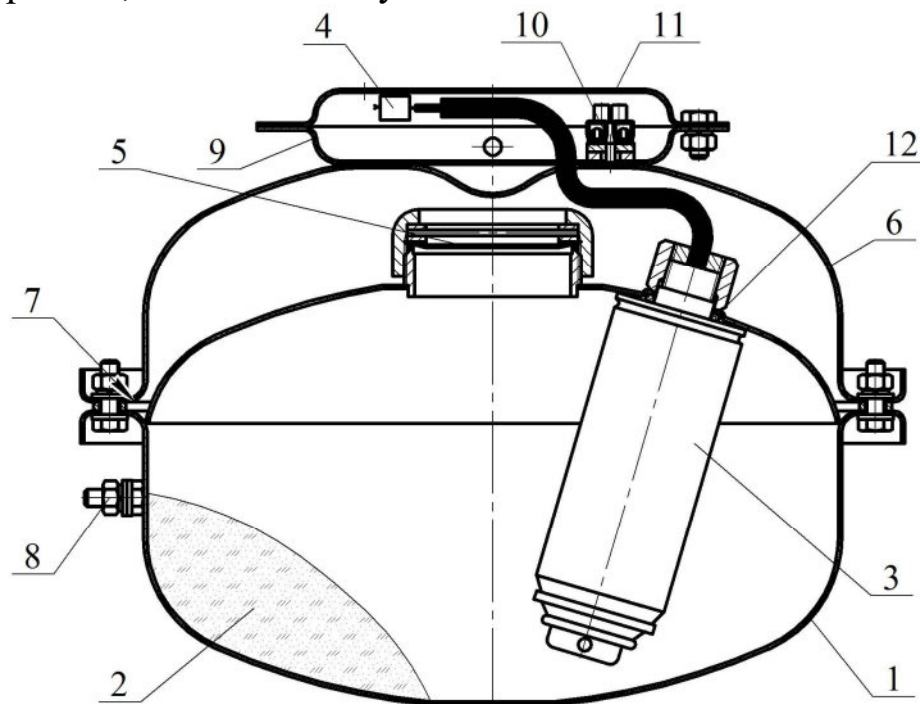
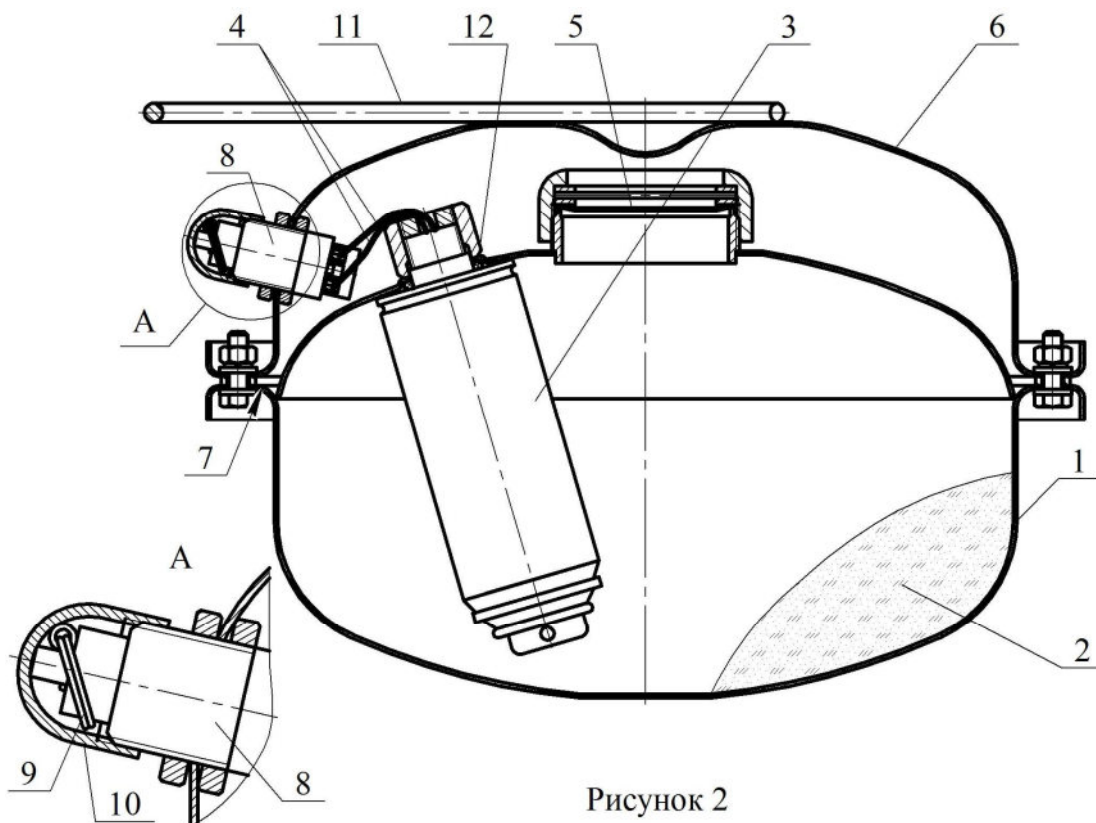
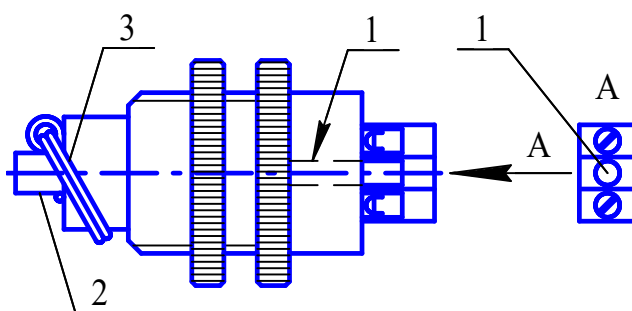

Рисунок 1
Рисунок 2
Рисунок 5
4.1.1 МПП (см. рисунок 1) состоит из корпуса **1**, в котором размещаются огнетушащий порошок (далее по тексту - ОП) **2** и источник холодного газа (далее по тексту - ИХГ) **3** с элементом электропусковым **4**. Сопловое отверстие для выхода ОП из корпуса перекрыто мембраной **5**. Со стороны соплового отверстия корпус **1** соединен с отражателем **6**. Насадок - распылитель **7** для выхода ОП представляет щелевой зазор между корпусом **1** и отражателем **6**. Модуль имеет заземляющий зажим **8**. На отражателе установлен фланец **9**, в котором для соединения выводов элемента электропускового с вводной цепью пускового устройства расположен зажим контактный-винтовой **10**. МПП снабжён кронштейном **11** для крепления к потолочному перекрытию, стене или полу.
4.2.1 МПП (см. рисунок 2) состоит из корпуса **1**, в котором размещаются ОП **2** и ИХГ **3** с элементом электропусковым **4**.
- хранение МПП без заглушки **10** (см. рисунок 2);
6.1.2 Закрепить кронштейн **11** (см. рисунок 1) на потолке, стене, полу или иной несущей поверхности. Координаты отверстий в кронштейне, предназначенном для крепления МПП, показаны на рисунке 3.
6.2.2 Взять МПП за ручку **11** (см. рисунок 2), свободной рукой с устройства пускового ручного **8** снять заглушку **9** и извлечь чеку **10**.
- ИХГ-5(М)-01 СИАВ 066614.025.000 ТУ для МПП(Н)-5-И-ГЭ-У2, ИХГ-5(М)-02 СИАВ 066614.025.000 ТУ для МПП(Н-Т)-5-И-ГЭ-У2, ИХГ-5(М)-06 СИАВ 066614.025.000 ТУ для МПП(Н-Т1)-5-И-ГЭ-У2 (поз. 3 рисунок 1) или ИХГ-5(М)-05 СИАВ 066614.025.000 ТУ (поз. 3 рисунок 2) для МПП(Н-Р)-5-И-ГЭ-У2 – 1 шт.;
7.4 Для восстановления устройства пускового ручного после срабатывания МПП необходимо через отверстие 1 (см. рисунок 5) в основании устройства поднять шток 2 и закрепить чекой 3. Для подъема штока 2 необходимо использовать незаостренный стержень диаметром 1,5...2 мм. После восстановления верхнюю часть узла активации закрыть заглушкой 10 (см. рисунок 2).